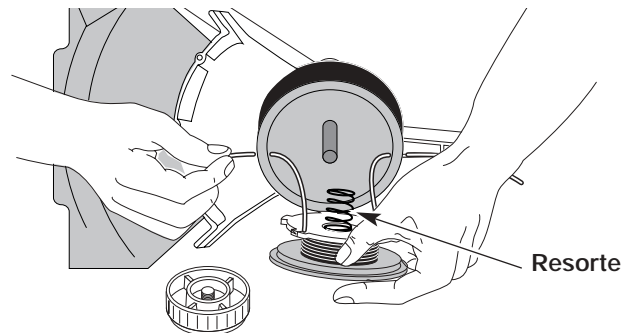

Fig. 35
13. Inserte los extremos de la línea a través de los ojillos de la bobina exterior y coloque el carrete dentro de la bobina exterior (Fig. 35). Empuje el carrete interior y la bobina exterior entre sí. Mientras sostiene el carrete interior y la bobina exterior, tome los extremos y tire con firmeza para soltar la línea de las ranuras de fijación de la bobina.
5. Inserte los extremos de la línea en los ojalillos de la bobina exterior (Fig. 35).